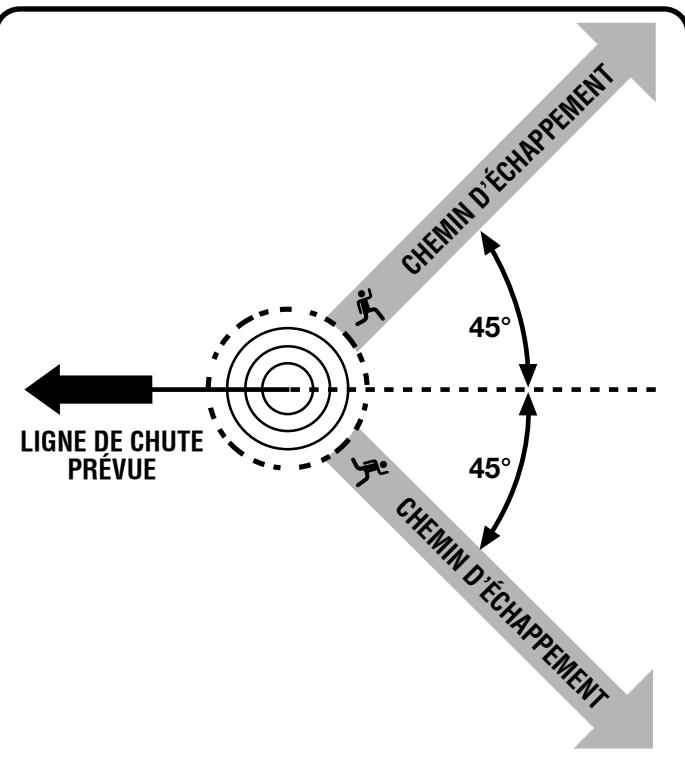

Fig. 13
Voir la figure 13.
Voir les figures 13 à 16.
- Avant de commencer une coupe, déterminer un chemin d'échappement (ou plusieurs au cas où le chemin prévu serait bloqué) déblayer les environs immédiats et s'assurer qu'aucun obstacle se trouve sur le chemin d'échappement prévu. Les trajectoires sécuritaires du chemin d'échappement doivent se situer à l'arrière et en diagonale ( $45^\circ$ ) à l'arrière de la ligne de chute prévue. Lorsque l'arbre commence à tomber, il faut s'écartez de la ligne de chute et suivre le chemin d'échappement et s'éloigner d'au moins 6 m (20 pi) du tronc au cas où l'arbre rebondirait sur la souche. *Voir la figure 13.*